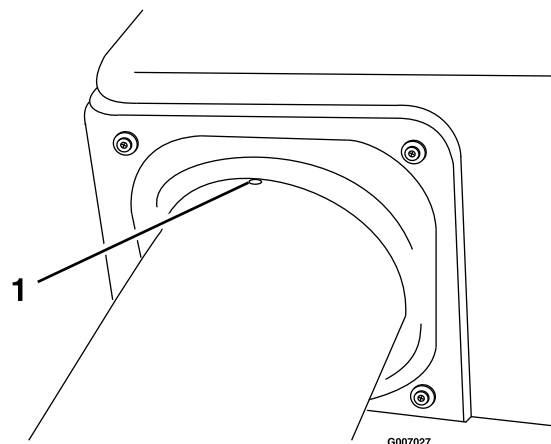

Figura 33
4. Allineate la fossetta nel tubo superiore in ugual misura tra le viti che fissano la guarnizione della tramoggia alla tramoggia stessa (Figura 33).
8. Verificate che la fossetta di Figura 33 sia ancora in posizione.